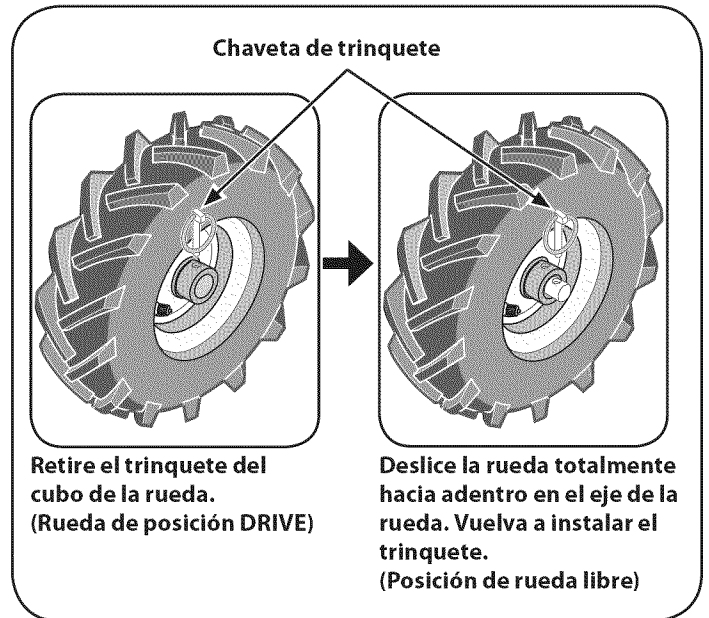

Figura 5
1. Coloque un bloque resistente debajo de la transmisión para elevar una rueda aproximadamente a 1 pulgada del suelo. Retire el trinquete del cubo de la rueda y eje de la rueda. Vea la Figura 5.
2. Deslice la rueda totalmente hacia adentro en el eje de la rueda. Reinstale el trinquete a través del eje de la rueda únicamente (no a través del cubo de la rueda). Vea la Figura 5. La rueda debe girar libremente (ruedas libres) sobre el eje de la rueda. Repita el procedimiento con la otra rueda.